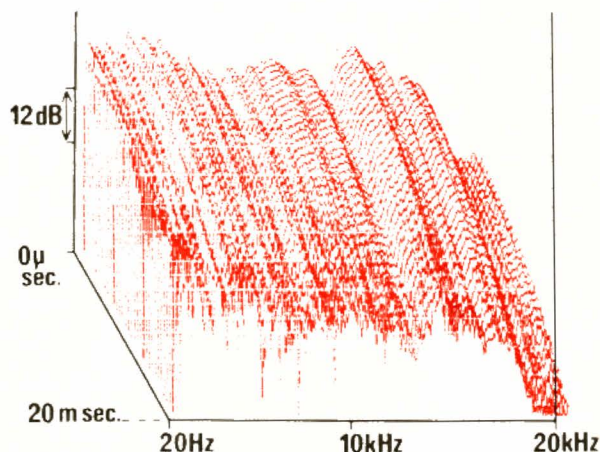

FIGURE 6
- Fig. 6. - Relevé 3D d'amortissement (20 Hz-20 kHz, 0 à 20 ms).